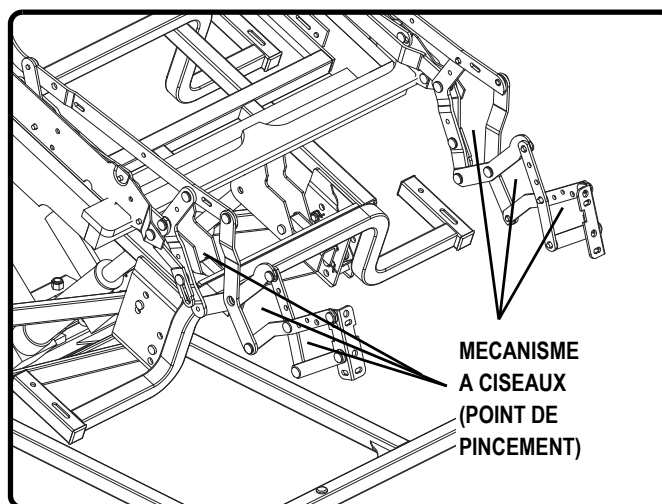

Figure 3.3 Mécanisme à ciseaux
**Ciseaux du mécanisme:** S'allongent ou se rétractent lors du changement de position (Fig. 3.3).